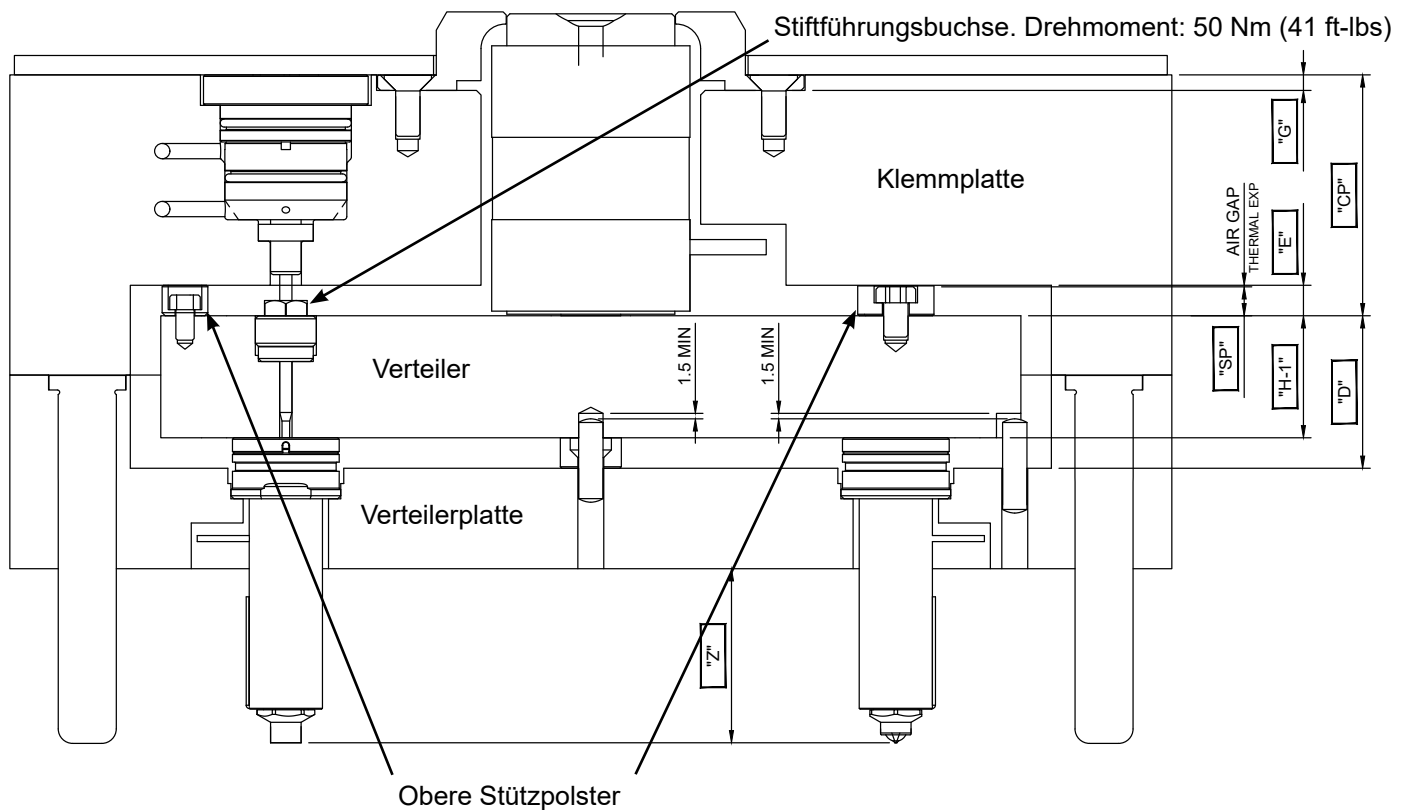

Abbildung 6 Positionen der Stützpolster und der Zapfenführungsbuchse
Größe und Einbau der oberen Stützpolster in die Unterseite der Klemmplatte. (Hinweis: Die oberen Stützpolster werden aus einem nicht magnetischen Material hergestellt. Fertigen Sie eine Halterung für die Schleifmaschine an, um das Stützpolster zu befestigen.) Diese Abmessung entspricht der „E“-Dimension abzüglich des Luftspalts (Kalrückstand), der in der allgemeinen Montagezeichnung des Systems angegeben ist (siehe Figure 6 Positionen der Stützpolster und der Zapfenführungsbuchse). Notieren Sie diese Abmessung als „SP“ im Hauptuntersuchungsbogen.
- Montieren Sie die VG-Zapfenführungsbuchse und die Halteschraube in die Gewindelöcher an der Oberseite des Verteilerblocks. Ziehen Sie die Zapfenführungsbuchse mit einem Drehmoment von 50 Nm (41 ft-lbs) an. Siehe Figure 6 Positionen der Stützpolster und der Zapfenführungsbuchse.
a. Montieren Sie die VG-Zapfenführungsbuchse und die Halteschraube in die Gewindelöcher an der Oberseite des Verteilerblocks. Ziehen Sie die Zapfenführungsbuchse mit einem Drehmoment von 50 Nm (41 ft-lbs) an. Siehe Figure 6 Positionen der Stützpolster und der Zapfenführungsbuchse.